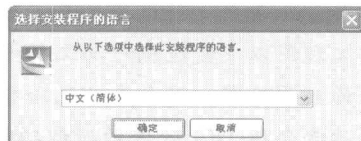

图 1-2 【选择安装程序的语言】对话框
(4) 首先安装 NX 服务程序,即选择 Install License Server,出现如图 1-2 所示的【选择安装程序的语言】对话框。
在图 1-2 中选择的是安装过程及安装后界面语言提示,统一选择“中文(简体)”。